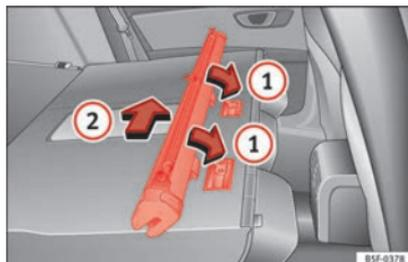

Fig. 170 Montar la red de separación en los respaldos del asiento trasero.
- Coloque la carcasa de la red en los rebajes de los carriles de sujeción en el sentido de las flechas » fig. 170 ①.
- Empuje la carcasa hacia el lado izquierdo del vehículo en el sentido de la flecha » fig. 170 ② y hasta el tope.
- Tire de la carcasa de la red aproximadamente 5 cm en el sentido contrario de la flecha » fig. 170 ②.
- Extraiga la carcasa de los carriles de sujeción tirando en el sentido contrario al de las flechas » fig. 170 ①.